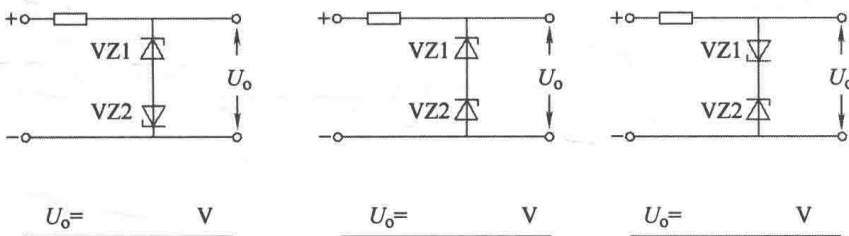

图 1-3
25. 稳压二极管电路如图 1-3 所示，VZ1、VZ2 是稳压二极管， $U_{Z1} = 6V$ 、 $U_{Z2} = 8V$ ，求输出电压 U_o 。